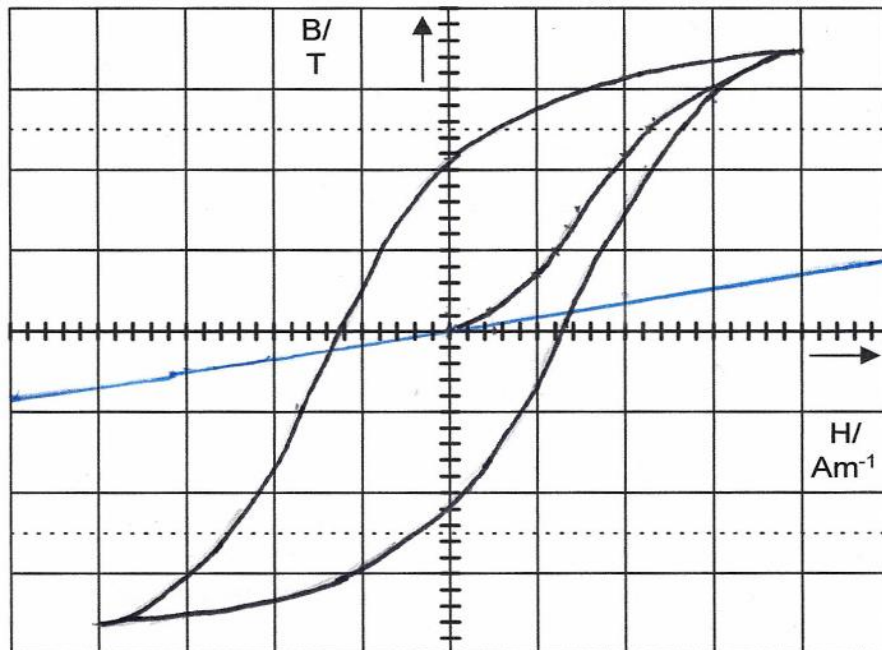

Bild 4
Übertragen Sie die Darstellung der Kennlinie  $B = f(H)$  in Bild 4 auf das Arbeitsblatt!
Nehmen Sie die Kommutierungskurve auf und tragen Sie diese ebenfalls in Bild 4 ein!
1. • Realisieren Sie einen Luftspalt im Eisenkern durch Einbringen eines Plastikstreifens mit  $d=0,4\text{mm}$  und übertragen Sie die Darstellung der Kennlinie  $B = f(H)$  in Bild 4!